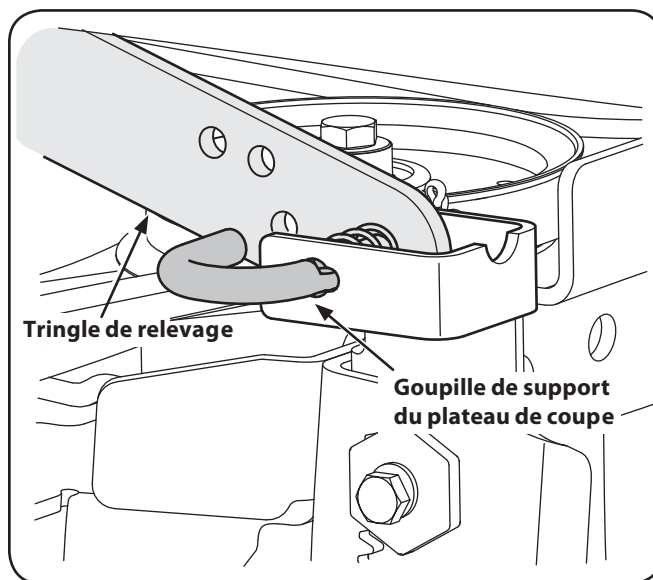

Figure 7-3
6. Sortez la goupille de support du plateau de coupe pour dégager le plateau de la tringle de relevage. Voir la Figure 7-3.